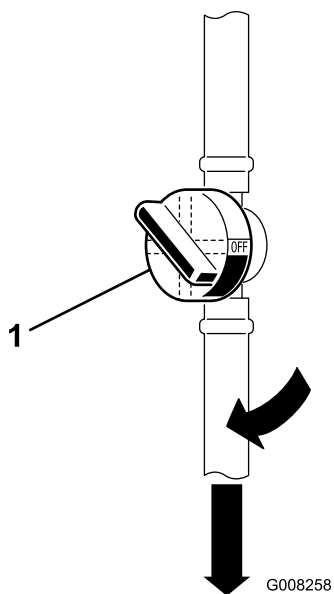

Figura 9
1. Aprite la valvola di intercettazione del carburante (Figura 9), situata tra il serbatoio del carburante e il motore.